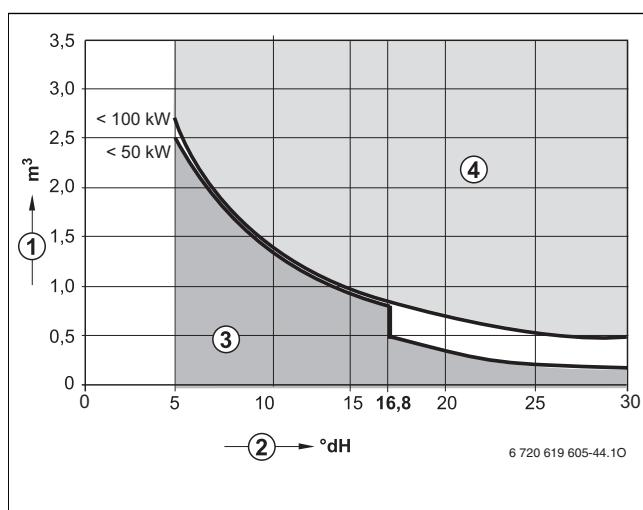

Рис. 6 Требования к воде для заполнения отдельного котла мощностью до 100 кВт
- Заполняйте систему только чистой водопроводной водой (учтывайте график на рис. 6).
- Если фактически необходимое количество воды для заполнения системы больше, чем объём воды за весь срок службы (\rightarrow рис. 6), то необходимо провести обработку воды. При этом можно использовать только разрешённые фирмой Buderus химикаты, средства для обработки воды и др.